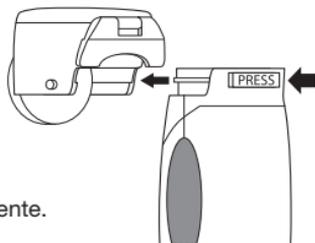

Fig. 13
10. Rimuovere il nebulizzatore: tenere il gruppo principale con la mano sinistra, premere il tasto PRESS (sopra la presa dell'adattatore) con il pollice sinistro lungo la direzione della freccia (vedi Fig. 13); tenere entrambi i lati del bordo inferiore del nebulizzatore con la mano destra per estrarlo delicatamente.